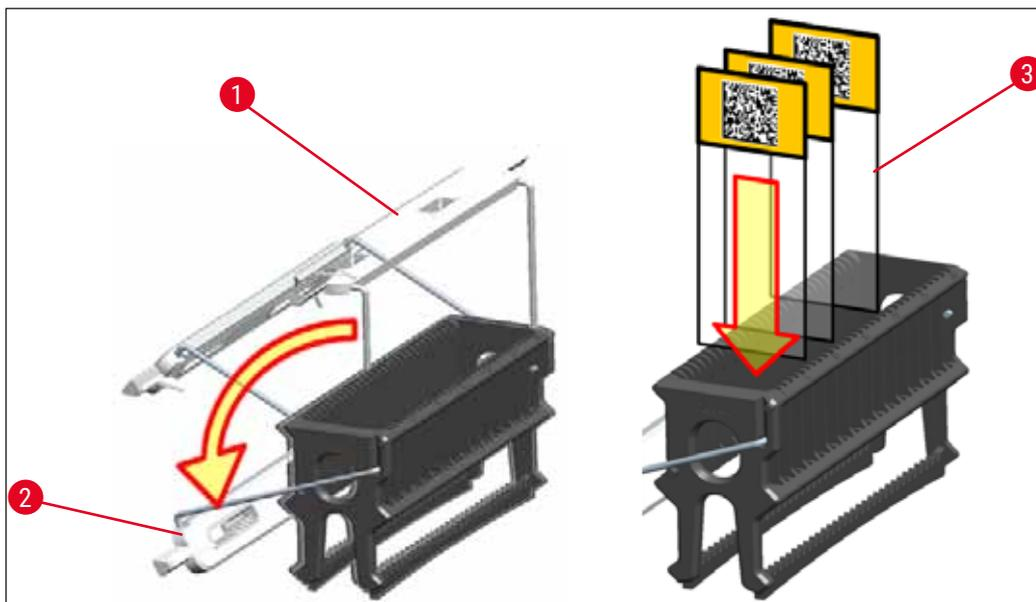

Рис. 83
- Передняя сторона стойки маркирована логотипом Leica. При установленной скобе на ней видна надпись **FRONT** (→ "Рис. 83").
1. Переведите скобу стойки в вертикальное положение (→ "Рис. 83").